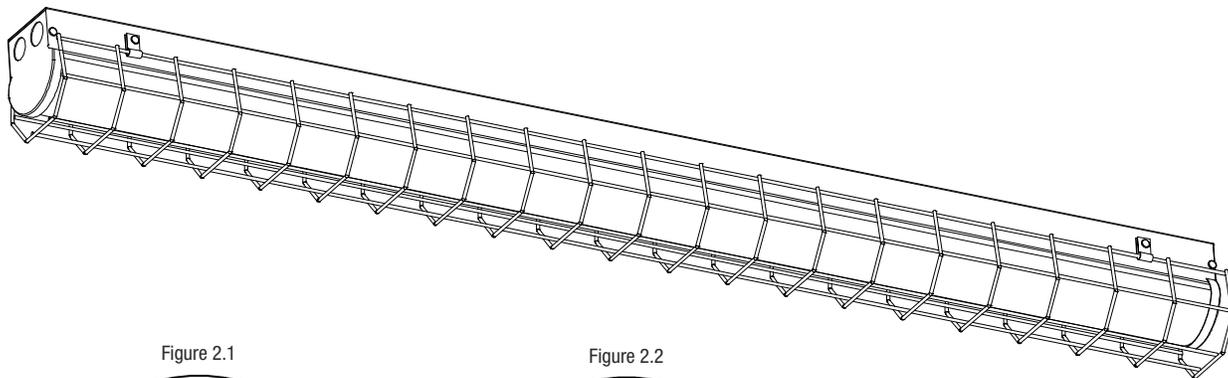

Figure 2.1
1. Insert the clips onto the wire guard. (fig. 2.1)
1. Insérez les attaches sur la grille de protection. (fig. 2.1)